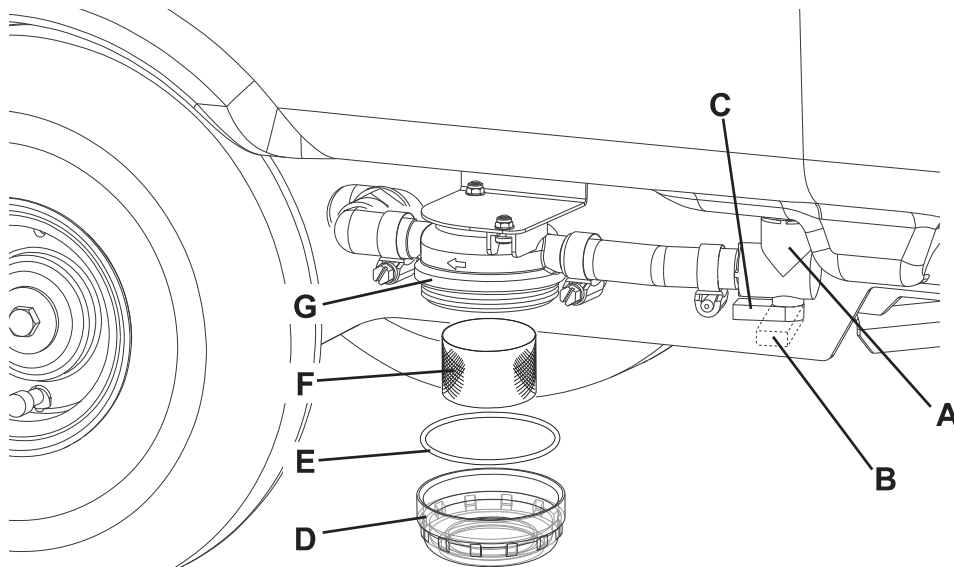

Abbildung 8
2. Zündschlüssel (80) in Stellung 0 drehen.
3. Das Reinigungslösungsventil (A, Abb. 8) schließen. Das Ventil befindet sich unter dem Gerät hinter dem linken Hinterrad. Das Ventil (A) ist geschlossen, wenn es sich gegenüber der Leitung in Stellung (B) befindet. In Stellung (C) ist es geöffnet.
4. Den durchsichtigen Deckel (D) mit Dichtung (E) abnehmen und Siebfilter (F) entfernen. Alles reinigen und in der Halterung (G) anbringen.